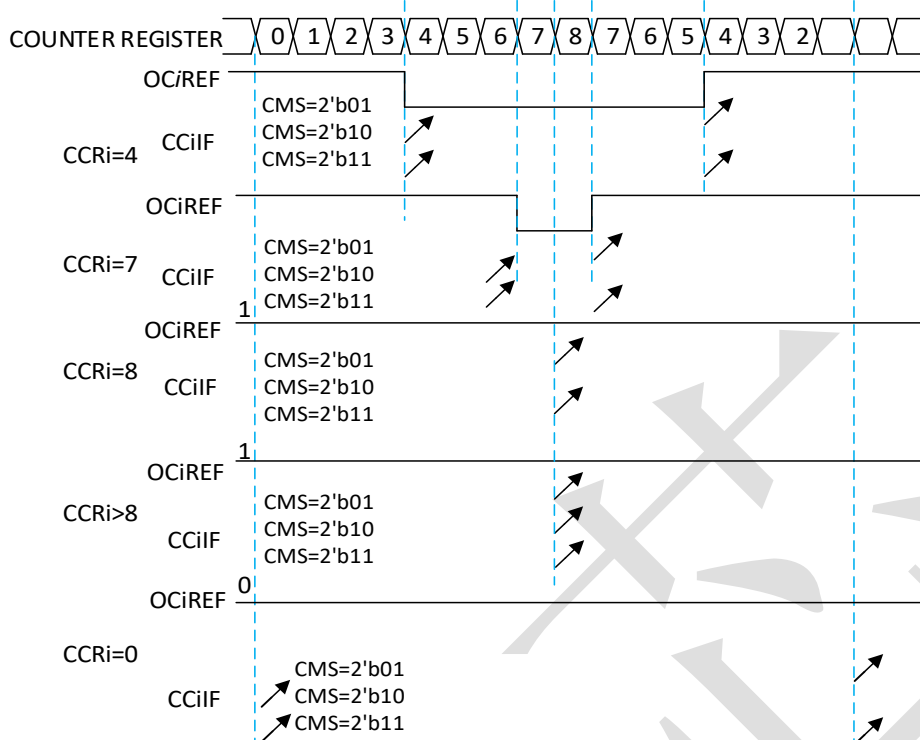

图 14-21 中央对齐模式 PWM (TIM2_ARR=8)
- 标志位在以下三种情况下被置位（以箭头形式在图 14-21 中标出）